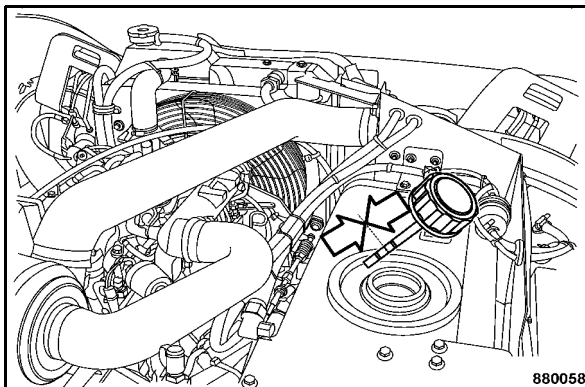

Fig. 170
- Vérifier le niveau de l'huile hydraulique à la jauge (Fig. 170).